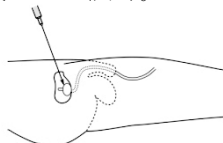

図6
1)膀胱内に造影剤を注入し、透視下で恥骨上式膀胱穿刺にてバルーンを破裂させる(図6)。